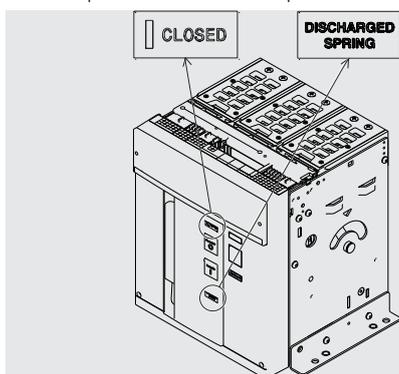

Figura 78
5. Controllare che l'interruttore sia chiuso (segnalatore aperto/chiuso "I - CLOSED"), e controllare che le molle siano scariche (segnalatore molle "bianco - DISCHARGED SPRING") come indicato in Figura 78.